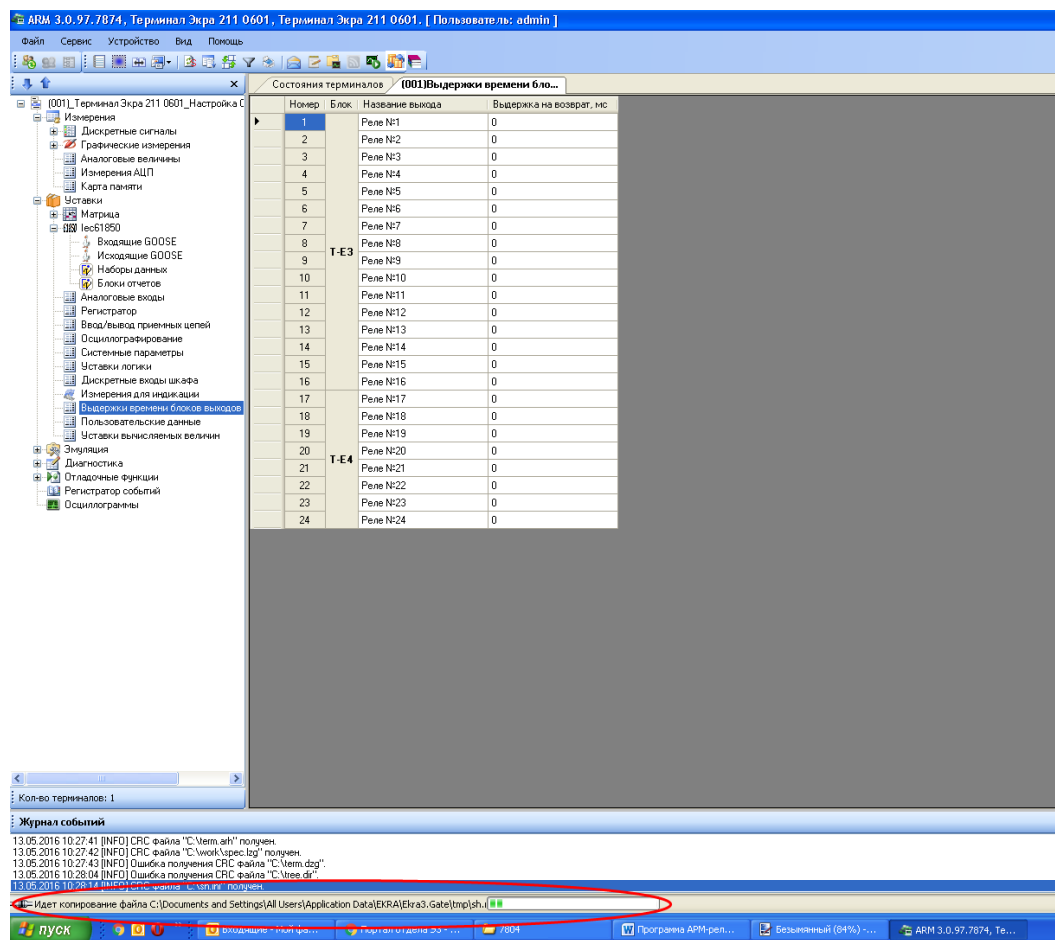

Рисунок 6.3
6.2.5 Подождать, пока скопируется файл **core.arh**. Процесс контролируется внизу окна строкой состояния копирования (см. рисунок 6.3).